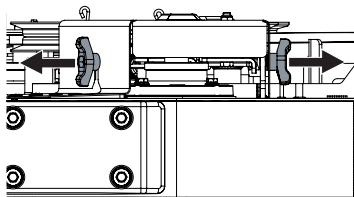

Figure 54
2. Retirez les boulons qui fixent les couvercles de courroie au plateau de coupe. Voir Figure 54.